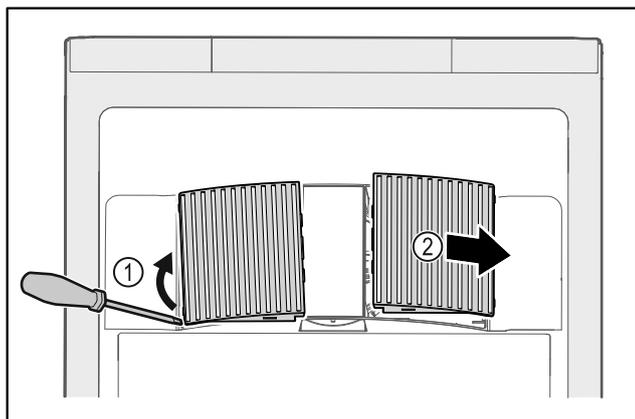

Fig. 164
- ▶ Ventilatorabdeckungen vorsichtig von der Seite heraushebeln Fig. 164 (1) und nach vorne abnehmen Fig. 164 (2).